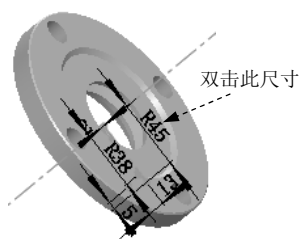
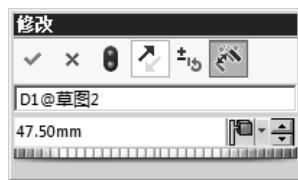
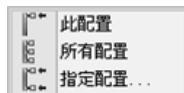

图 7.2.8 显示尺寸 (二)
图 7.2.9 “修改”对话框
图 7.2.10 配置类型下拉列表
(5) 在设计树中展开  旋转1, 双击  草图2, 此时图形区中显示  草图2 的尺寸, 如图 7.2.8 所示; 双击尺寸“R45”, 在弹出的图 7.2.9 所示的“修改”对话框中输入数值为 47.5, 单击该对话框中的  按钮, 在图 7.2.10 所示的下拉列表中选择  此配置 选项, 在对话框中单击  按钮, 重建模型, 单击“修改”对话框中的  按钮, 单击“尺寸”对话框中的  按钮, 完成“草图2”的尺寸配置。